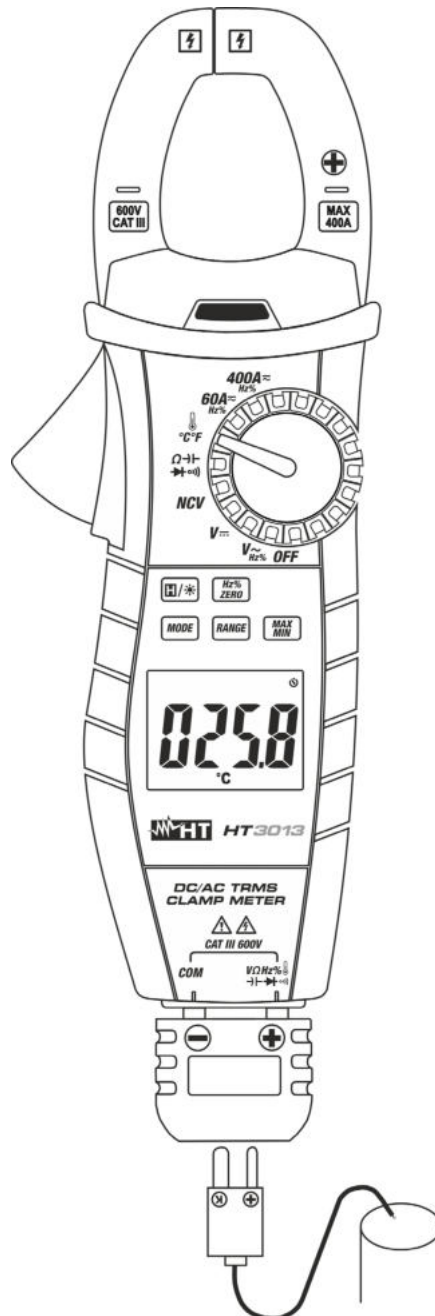

Abb. 10: Verwendung der Zange für Temperaturmessung
3. Verbinden Sie den mitgelieferten K-Typ Drahtfühler mit der  $\text{V}\Omega\text{Hz}\% \rightarrow | \leftarrow \rightarrow | \leftarrow \rightarrow | \leftarrow \rightarrow$  und **COM** Eingangsbuchse mithilfe des entsprechenden Adapter. Achten Sie dabei auf die Polarität, die in Abb. 10 angegeben ist. Der Temperaturwert erscheint auf dem Display.